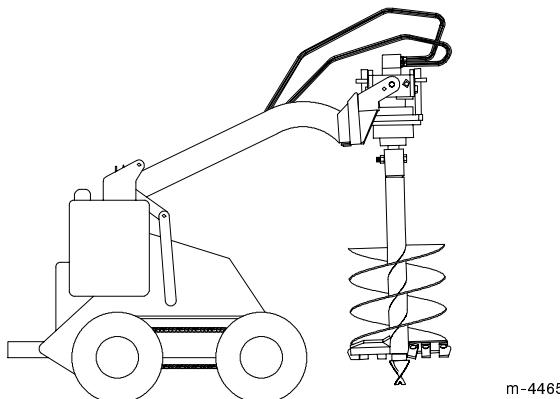

Figure 7
14. Lever la tarière jusqu'à ce qu'elle ne touche plus le sol (Fig. 7).
15. Quand la tarière est verticale, incliner la plaque de montage vers l'arrière jusqu'à ce que la tête d'entraînement touche la plaque d'accrochage afin de stabiliser la tarière et de l'empêcher de basculer librement (Fig. 7).